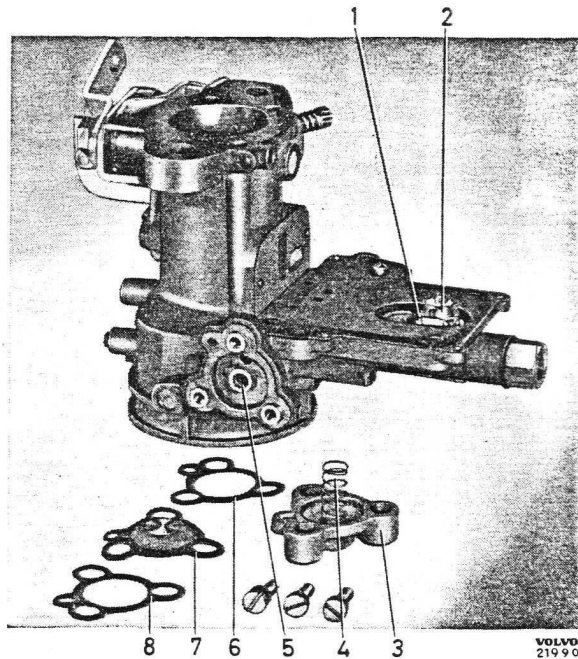

Bild 1-78. Sparventil (Zenith)
- Schwimmerventil (2, Bild 1-78) herausnehmen. Vorsichtig sein, damit die Ventilabstandsscheibe nicht beschädigt wird. Regler für Leerlauf-Kraftstoff entfernen.
- Befestigungsschraube für Sparventil (3) entfernen und dieses herausnehmen.
- Beachten, dass der Teller des Sparventils (7, Bild 1-78) einwandfrei gegen dessen Sitz (5) schliesst. Anderenfalls Ventilteller mit einem feinen Schleifmittel einlappen, jedoch alle Spuren der Lappaste sorgfältig abwaschen, bevor das Ventil schliesslich zusammengesetzt wird.